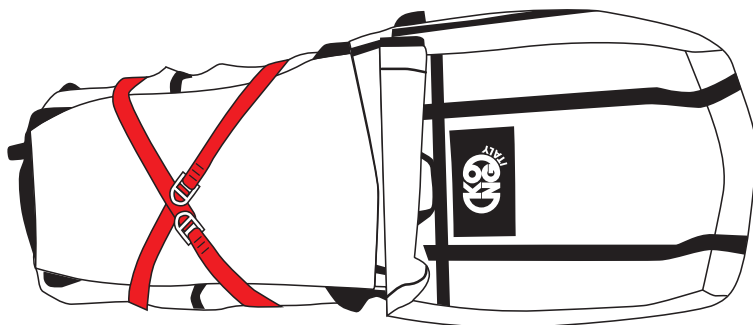

Fig.42
g) piegare su se stesso il telo, allacciare le altre due fettucce esterne (quelle della parte superiore) e inserirlo nello zaino (fig. 42).